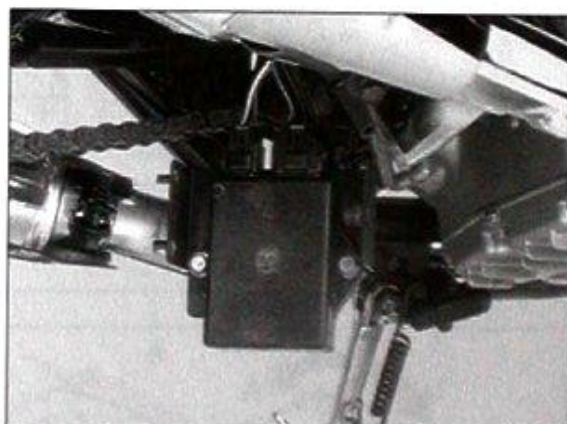

Bild 109
- Befestigungsschraube «A» Bild 108 ausdrehen und Zündbox nach unten herausnehmen (Bild 109).